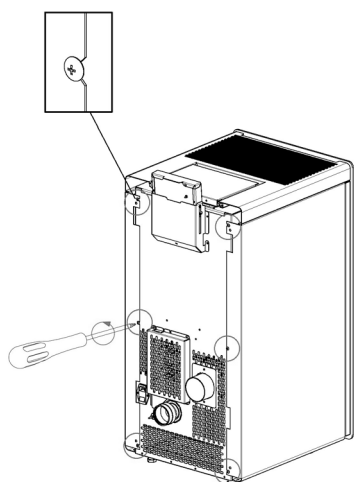

Fig. 70 - Løsn skruerne
- Løsn de 4 bagerste skruer (se **Fig. 70**).
- Løsn de 6 bagerste skruer (se **Fig. 70**).